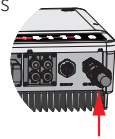

Fig. 20
**REMARQUE :** assurez-vous qu'elles sont connectées côté « Sur réseau » (autre côté connecté au réseau public) (Fig. 20).